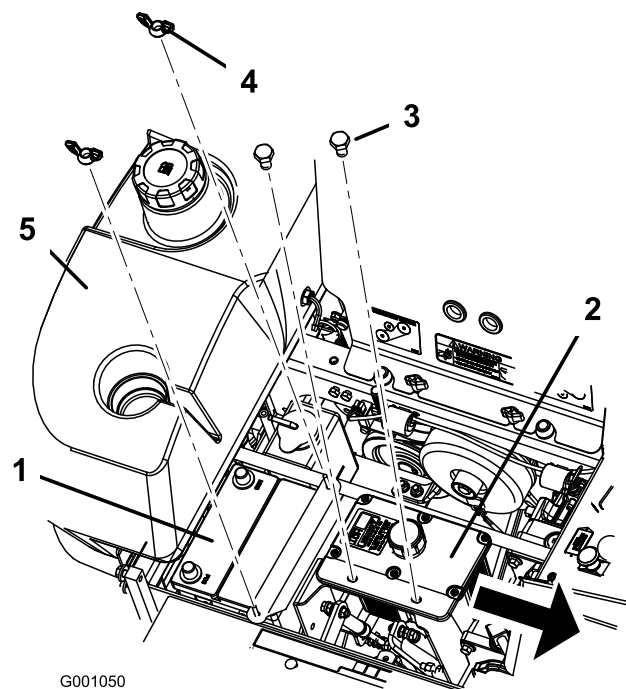

Figure 47
6. Retirez les deux écrous à oreilles (1/4") qui fixent la barrette de maintien de la batterie (Figure 47).
7. Retirez les deux boulons de fixation du réservoir hydraulique (Figure 47).
6. Fixez la batterie en position avec des boulons en J, une barrette de maintien et 2 rondelles (1/4"), ainsi que 2 écrous à oreilles (1/4") (Figure 47).